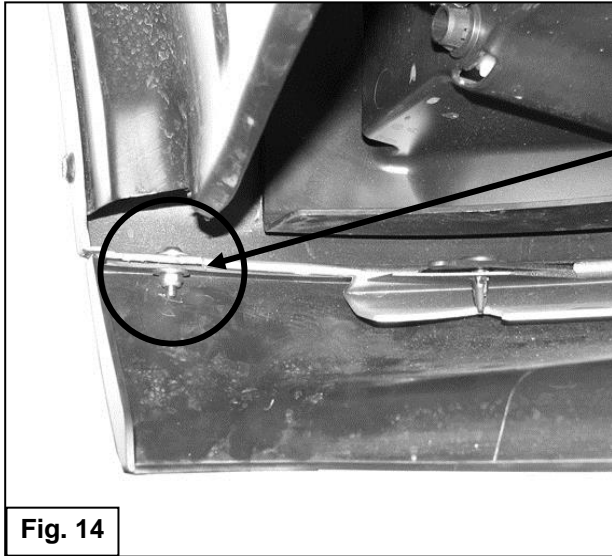

Fig. 14
8. Reinstale la protección contra salpicaduras usando los componentes de fábrica. Use los (2) tornillos Allen de 5 mm x 15 mm incluidos, (4) arandelas planas de 5 mm y (2) tuercas de presión de 5 mm en los extremos de la protección contra salpicaduras si es necesario (**Figure 14**).